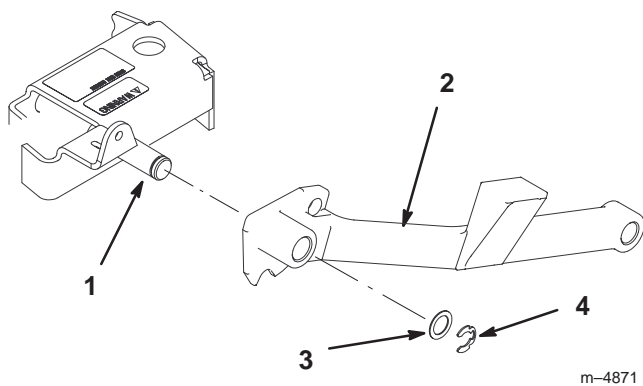

Bild 75
3. Entfernen Sie den Haltering und die Flachscheibe, die den Schubarm am Schneidwerk absichert (Bild 75).
6. Halten Sie den Schubarm an den Chassisstift und befestigen Sie ihn mit einer 1-1/2 Zoll Flachscheibe und einem Haltering (Bild 75).